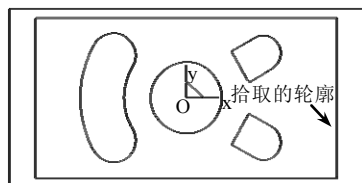

图 2-63 拾取的加工轮廓
1) 完成加工参数设置后，单击“确定”按钮，系统在界面的左下方提示“拾取轮廓和加工方向”，拾取的外面加工对象如图 2-63 所示，并选择串联方向，系统又提示“拾取箭头方向”，拾取指向实体内部的方向。